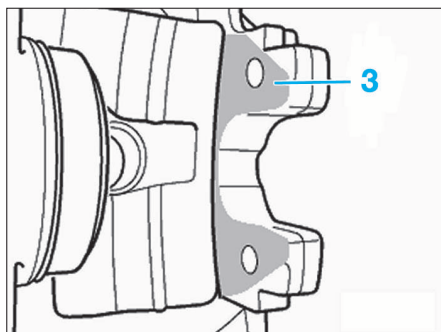

FIG. 7
- nettoyer la surface d'appui (3) de l'étrier de frein et l'enduire légèrement de pâte antigrincement (Fig.7)